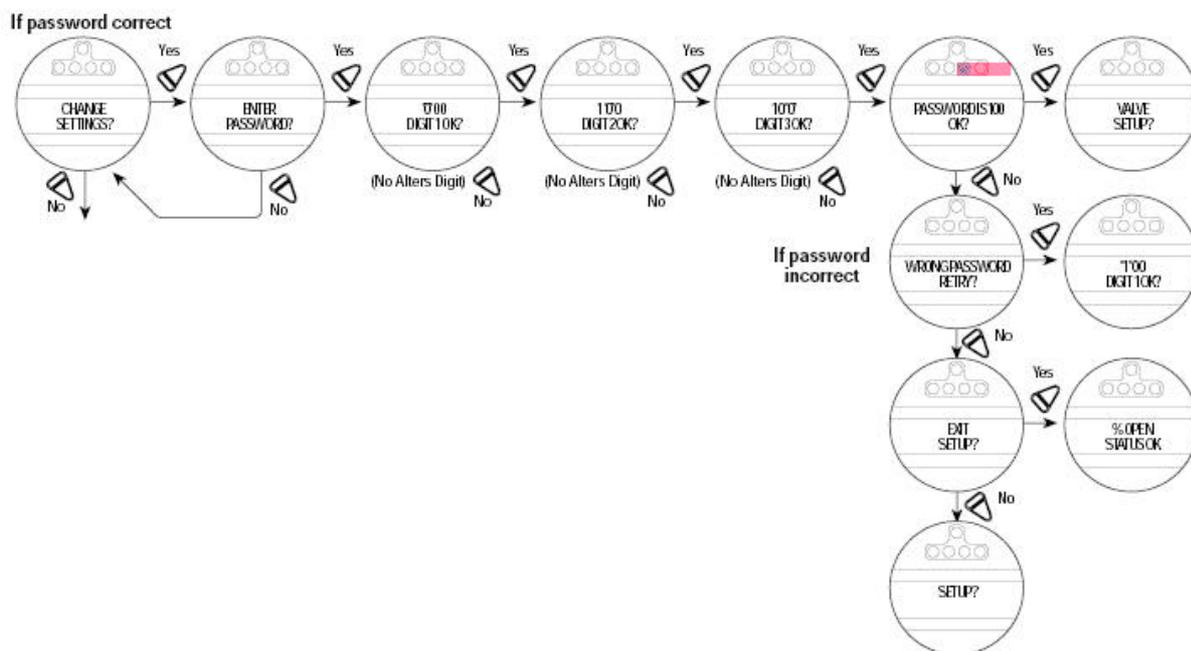

图 11.2 密码的输入
要改变任何现有的设定值或设定相对于阀的开与关的行程极限的终点，就可能需要输入一个密码。如果提示“ENTER PASSWORD”(“输入密码”)，请参见 11.1 节和图 11.2。在“CHANGE SETTING?” (“改变设定值?”) 方式下就允许操作员：进行：
11.1 密码的输入 (图 11.2)